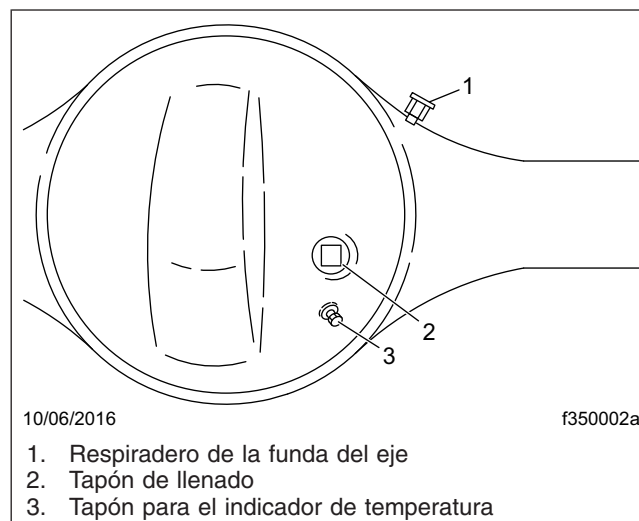

Figura 8, Respiradero de la funda del eje Dana Spicer
3. Limpie el tapón de llenado de aceite y su área circundante: vea la Figura 8. Retire el tapón del orificio de llenado (o del tubo vertical, si está instalado en el orificio de llenado de aceite).
6. Revise el respiradero de la funda del eje. Asegúrese de que esté destapado y libre de corrosión. Vea la **Figura 8**. Si el respiradero está obstruido o dañado, límpielo o reemplácelo según sea necesario.